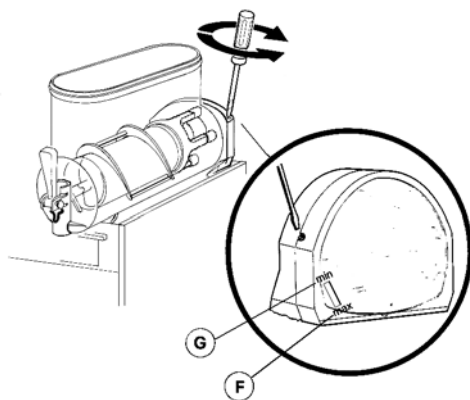

figura 3
- 1 **Regolazione della densità:** la densità ottimale della granita è stata regolata in fabbrica. Volendo variare tale densità girare con un cacciavite l'apposita vite di regolazione alloggiata in ciascuna delle pareti posteriori del distributore (vedere figura 3):